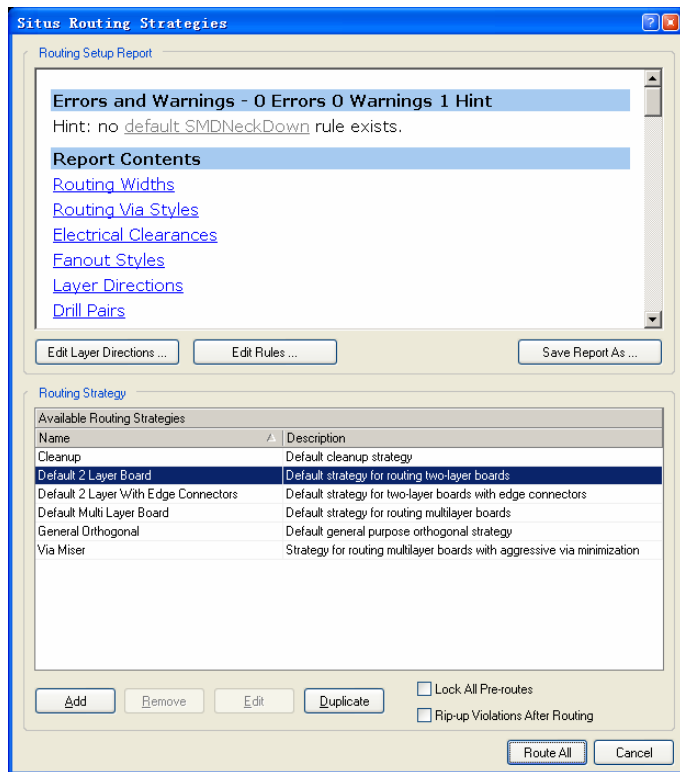

图 7.88 “Situs Routing Strategies”对话框
(1) 在主菜单中选择“Auto Route”->“All”命令，打开如图 7.88 所示的“Situs Routing Strategies”对话框。